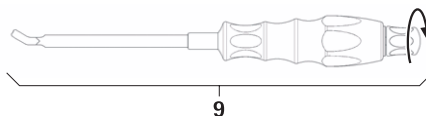

Abb. 14
- Stab-Einsetzinstrument **9** montieren, siehe Abb. 14.